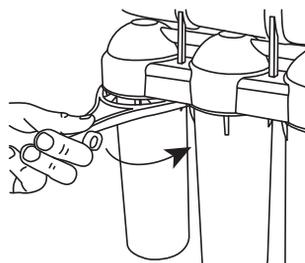

Рис. 22
- 5.9.1. Подтяните без усилия, до упора три колбы фильтров первых ступеней очистки с помощью ключа входящего в комплект (Рис. 22).